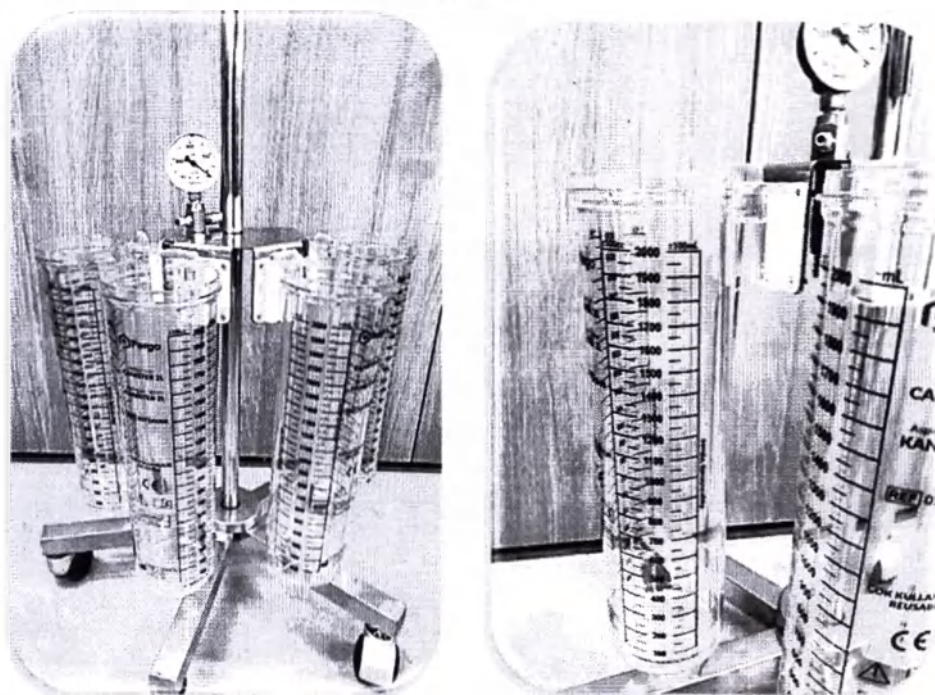

Рисунок 2.1.
- 2.2. Подвесить четыре Контейнера для пакета на держателе контейнеров (рисунок 2.1.).